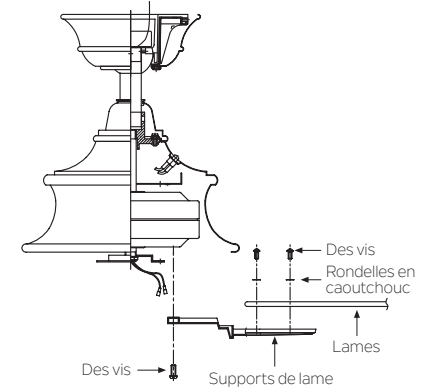

Fig. 16
Étape 1. Fixez une lame sur un support de lame à l'aide des vis et des rondelles en caoutchouc fournies. (Fig.16)
Étape 2. Fixez chaque lame au moteur à l'aide des vis de montage "Préinstallées" dans le support de lame. (Fig 16)